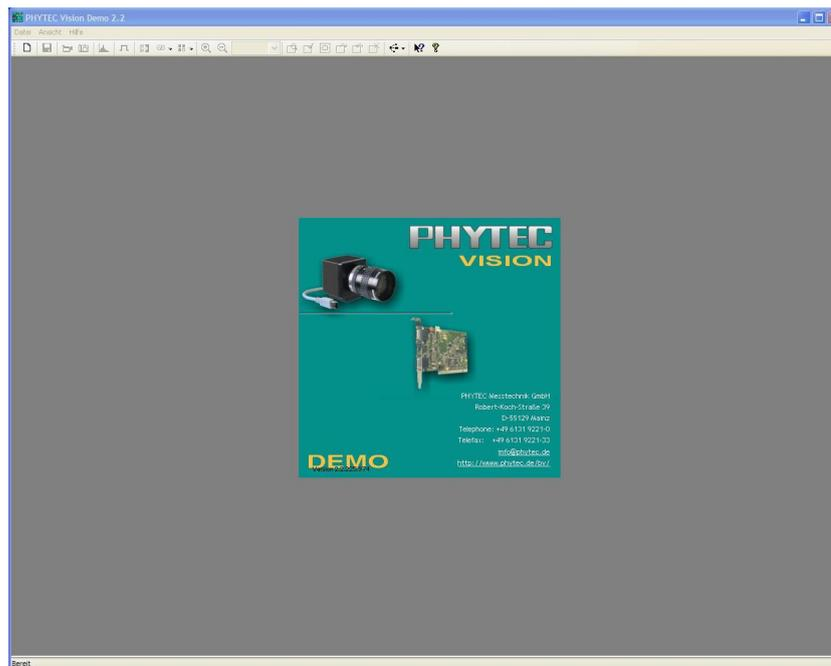

Bild 20: Das Programm „PHYTEC Vision Demo“
- Es erscheint die Programmoberfläche (*Bild 20*).